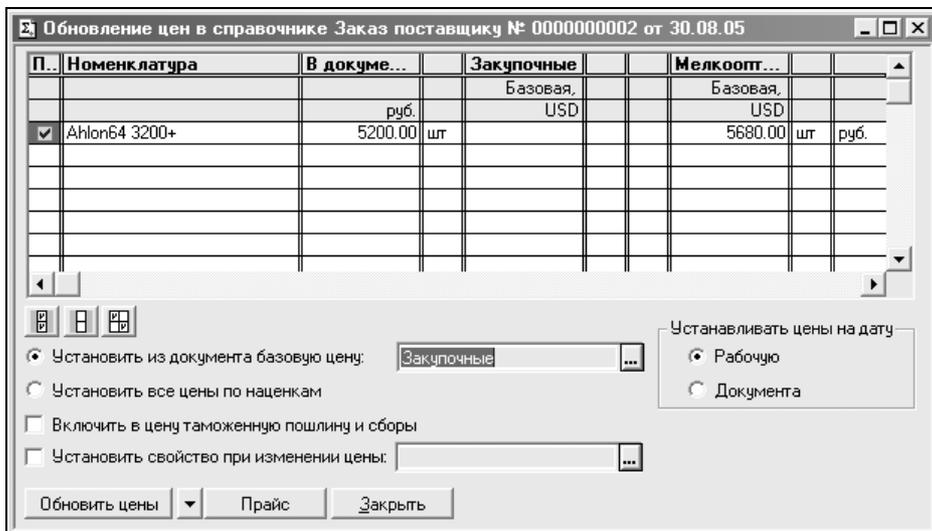

Рис. 6.24. Диалоговое окно Обновление цен в справочнике
- При выборе из вышеуказанного списка пункта **Обновление цен в справочнике** программа предложит диалоговое окно (рис. 6.24).
4. В диалоговом окне **Обновление цен в справочнике** (см. рис. 6.24) произведите следующие действия.